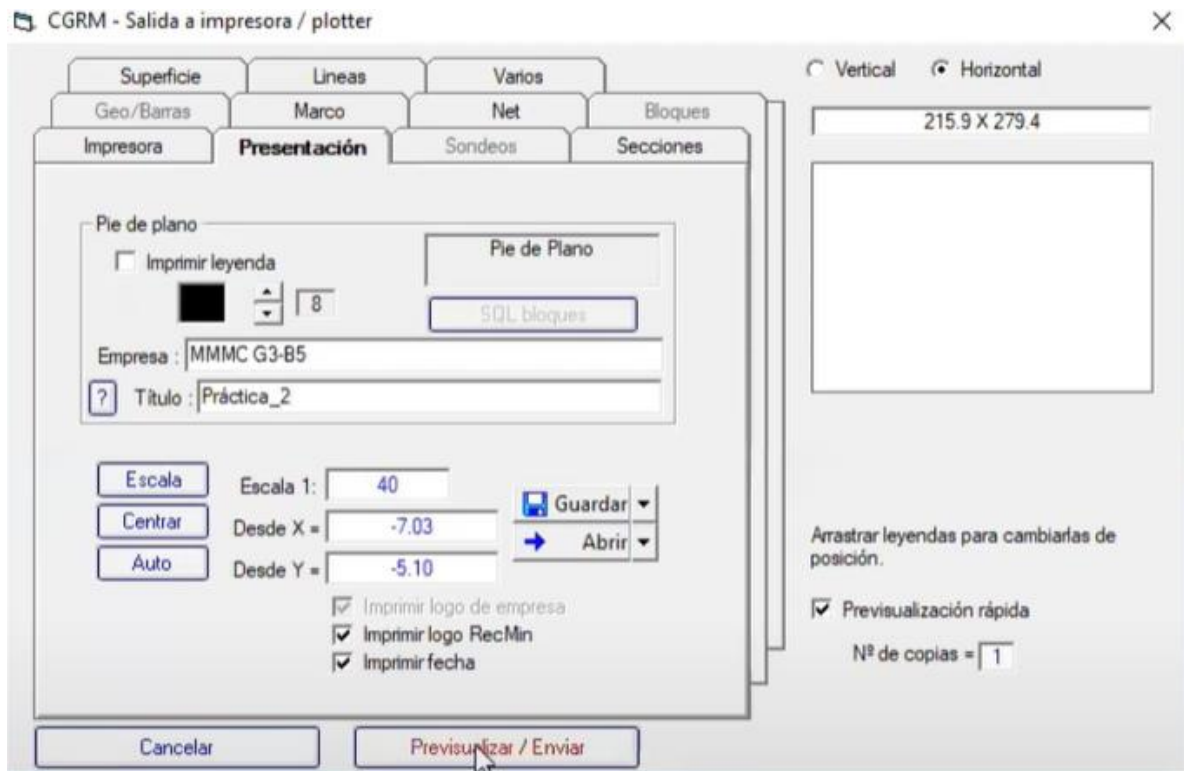

Figura 233. Exportación del plano.
76. Seleccionar la opción “Horizontal”, ajustar la escala, centrar el dibujo. En el apartado “Empresa”, introducir el nombre de la materia, el grupo y el número de la brigada. En el apartado del “Título”, introducir el nombre del plano. Previsualizar e imprimir como archivo “.pdf”. Figura 233.